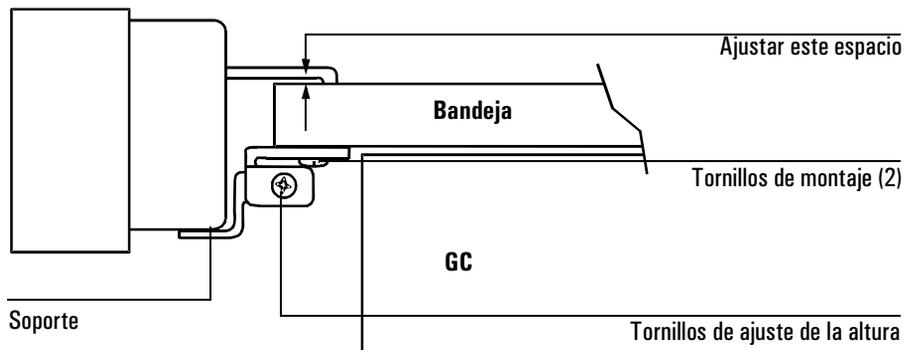

Figura 4 Soporte del lector del código de barras
5. Ajustar la altura del lector del código de barras. Aflojar ligeramente el tornillo de ajuste de altura del lateral del soporte y levantar o bajar el soporte hasta que haya un espacio pequeño (aproximadamente, el espesor de un papel), entre los clips de montaje del lector y la bandeja. Ver la Figura 4. Apretar el tornillo de ajuste de altura.